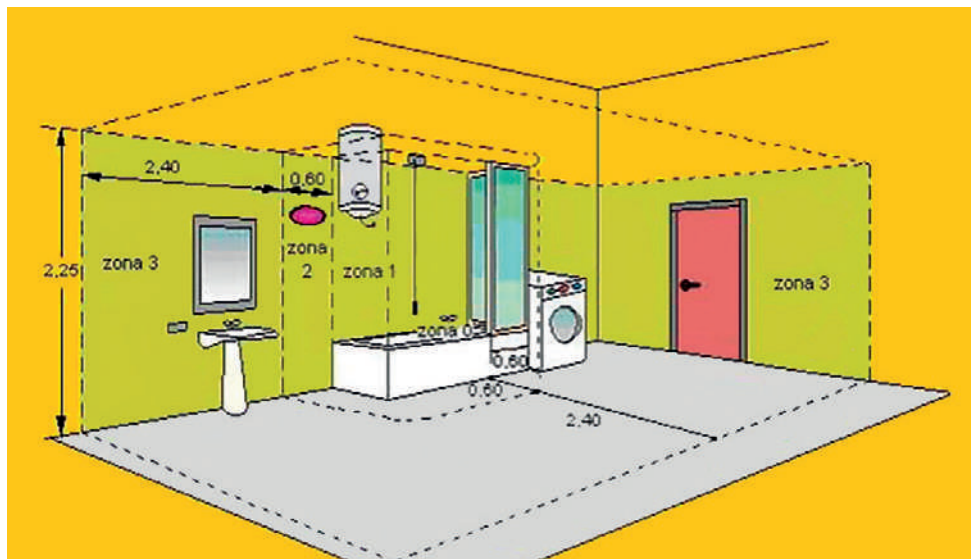

Figura 1: Classificazione della zona della sala bagno
- Nella sala bagno, può essere installato nella zona 3 (vedi la figura 1) a condizione che il dispositivo di comando non possa essere utilizzato da persone mentre utilizzano la doccia o la vasca da bagno.